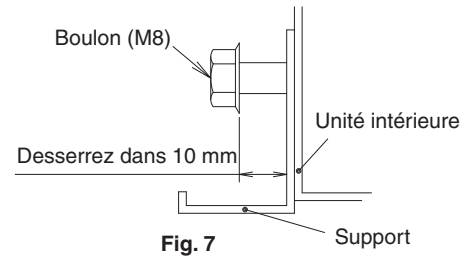

Fig. 7
- Desserrez 2 boulons pour installer le support des deux côtés (M8) (4 emplacements à gauche et à droite) dans un espace de 10 mm. **(Reportez-vous aux Fig. 7 et 8)**